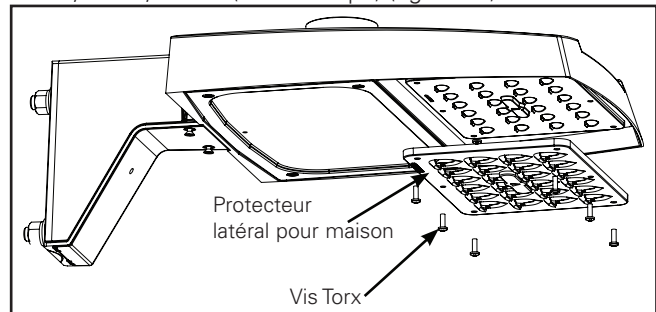

Figure 15.
2. Installez l'écran protecteur latéral pour maison avec les vis cruciformes fournies. Serrez jusqu'à ce que le protecteur latéral pour maison repose fermement contre le mur. Ne serrez pas trop (Figure 15).
2. Placez le protecteur latéral pour maison sur les dispositifs optiques. Les six trous de vis s'aligneront avec le dispositif optique si le protecteur latéral pour maison est correctement installé. (figure 15).
3. Réinstallez les six vis Torx et serrez-les à un couple de 1,13 à 1,69 Nm (10 à 15 lb-po) (figure 15).